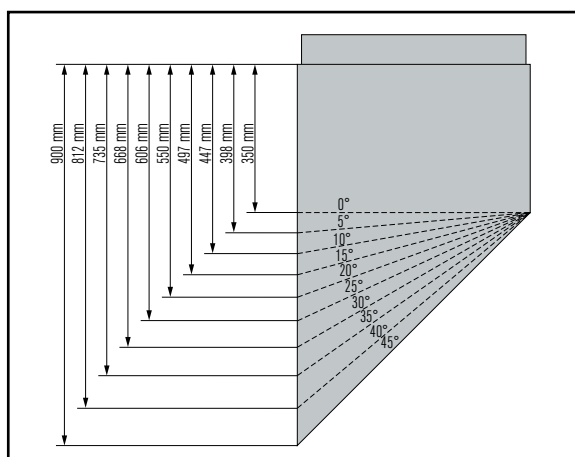

Fig. 2
- 1 Slijp de onderkant van het basisdeel op de gewenste hellingshoek, zie Fig. 2.